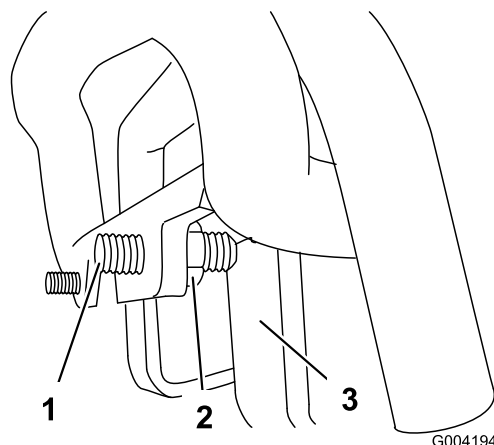

Figure 64
3. Si la machine se déporte vers la **gauche**, desserrez l'écrou de blocage **droit** et ajustez la vis d'alignement à l'avant de la commande de déplacement (Figure 64).
4. Si la machine se déporte vers la **droite**, desserrez l'écrou de blocage **gauche** et ajustez la vis d'alignement à l'avant de la commande de déplacement (Figure 64).